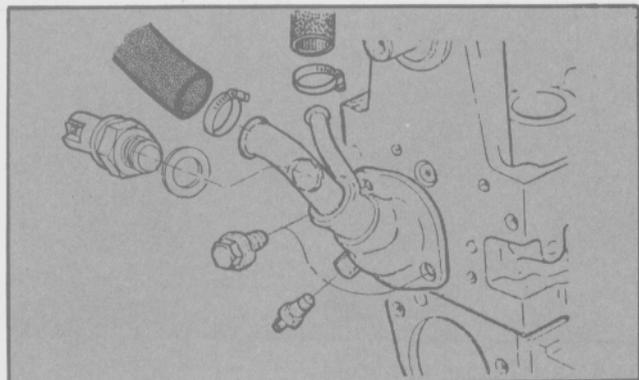

Fig. 7 - Desconectar mangueras de la tapa del termostato.
- Desconectar los terminales eléctricos y las mangueras de la boquilla de tapa de termostato (Fig. 7).